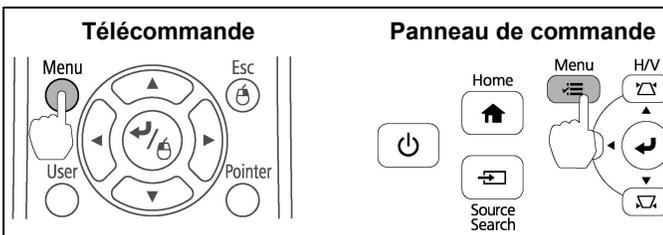

Figure 16
2. Appuyez sur le bouton **MENU** de la télécommande ou du panneau de commande du projecteur. (Voir figure 16)